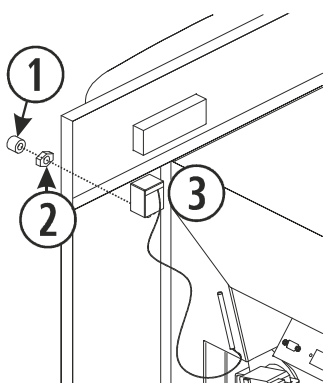

Figura 18
Se la stufa che abbiamo è un' Ecoaire Insert, dobbiamo fissare il termostato di sicurezza ai pannelli dell'incasso. Questi, dispongono già di una fessura, attraverso la quale inseriamo il termostato (3) secondo la figura 18, lo fissiamo all'incasso con un bullone (2) e infine avvitiamo il coperchio (1).